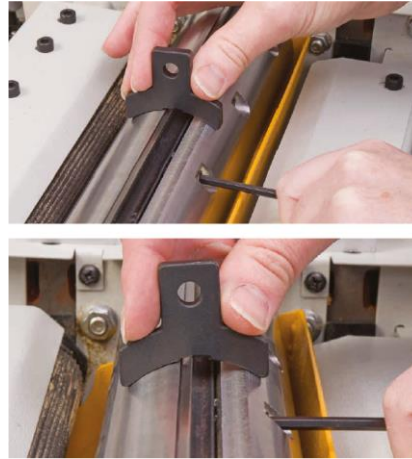

Fig. 22
En maintenant le fer et l'outil de réglage (L) en position, vissez deux vis TC pour serrer fermement la lame. En maintenant l'outil de réglage fermement en place, vissez les autres vis TC, voir Fig. 22.